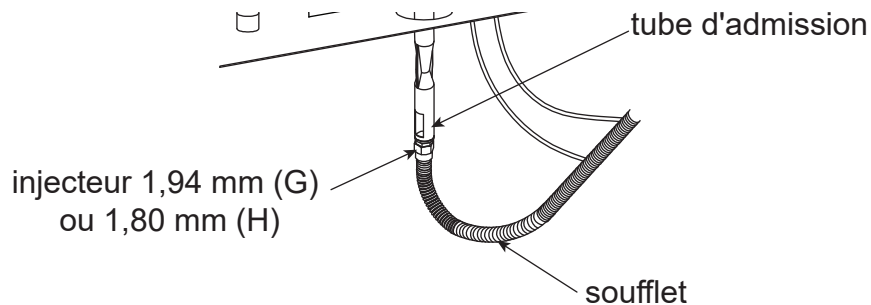

Figure 4
(2) Remplacez l'injecteur de 2,05 mm par un injecteur de 1,94 mm (G) ou 1,80 mm (H), puis vissez fermement l'injecteur (G) ou (H) sur le soufflet (voir figure 4).